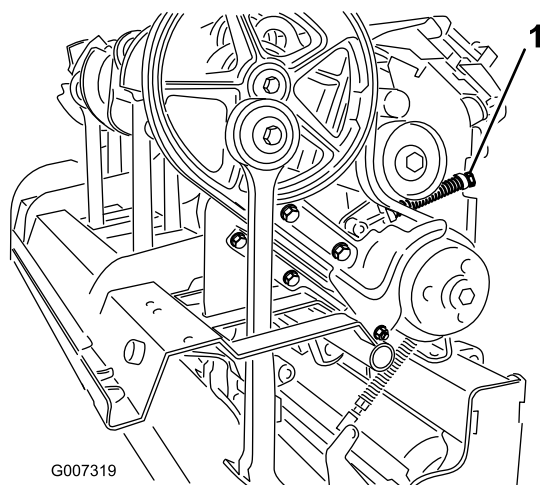

Рисунок 38
4. Чтобы снять натяжение пружины натяжного шкива, ослабьте контргайку крепления держателя пружины (Рисунок 38) и поверните держатель пружины.